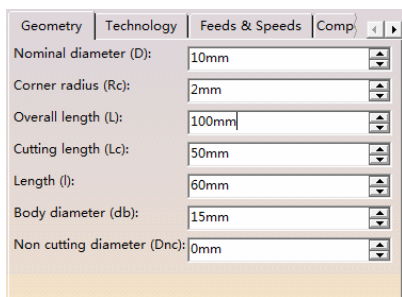

图 7-55 定义刀具参数（1）
- 单击“More”按钮，单击“Geometry”选项卡，定义刀具参数 (1) 如图 7-55 所示。